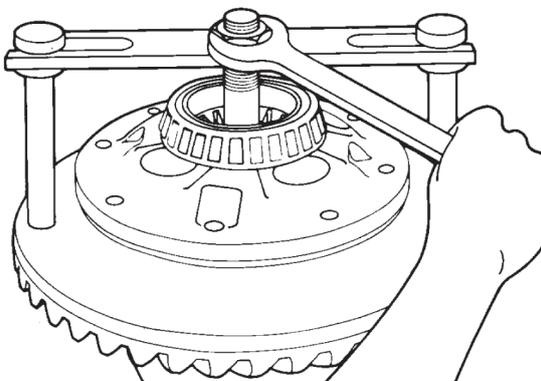

Figura 19
- B. Separe a caixa suporte metade-flange, da coroa, utilizando um extrator adequado (Figura 19);